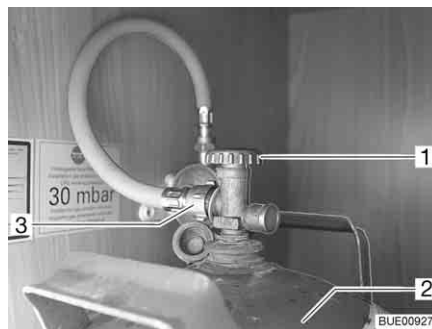

Bild 139 Gaskasten
- Haupt-Absperrventil (Bild 139,1) an der Gasflasche (Bild 139,2) schließen. Pfeilrichtung beachten.
- Gasschlauch (Bild 139,3) von Hand von der Gasflasche abschrauben (Linksgewinde).